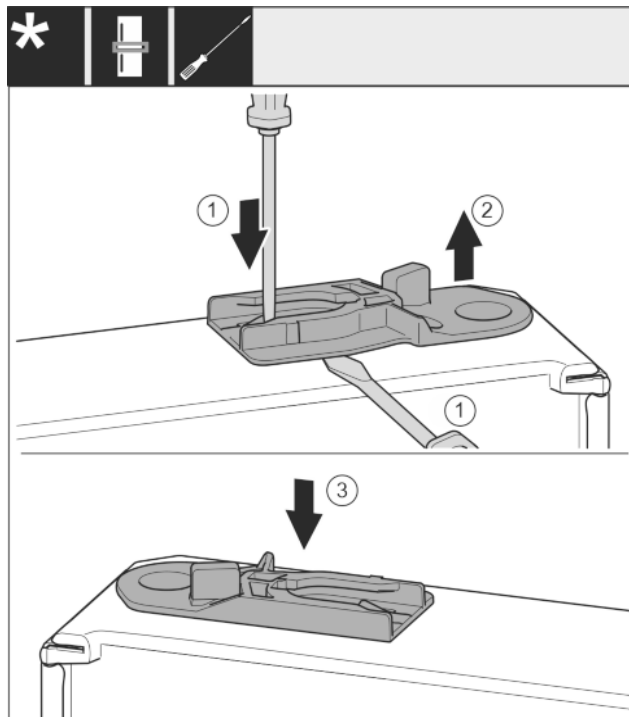

Fig. 29
- ▶ Wyjąć tuleję prowadzącą: Nakładkę wcisnąć przy pomocy śrubokręta i jednocześnie przesunąć śrubokrętem pod tuleję prowadzącą. Fig. 29 (1, 2)
- ▶ Tuleję prowadzącą, objętą zakresem dostawy wsunąć po drugiej stronie obudowy. Fig. 29 (3)